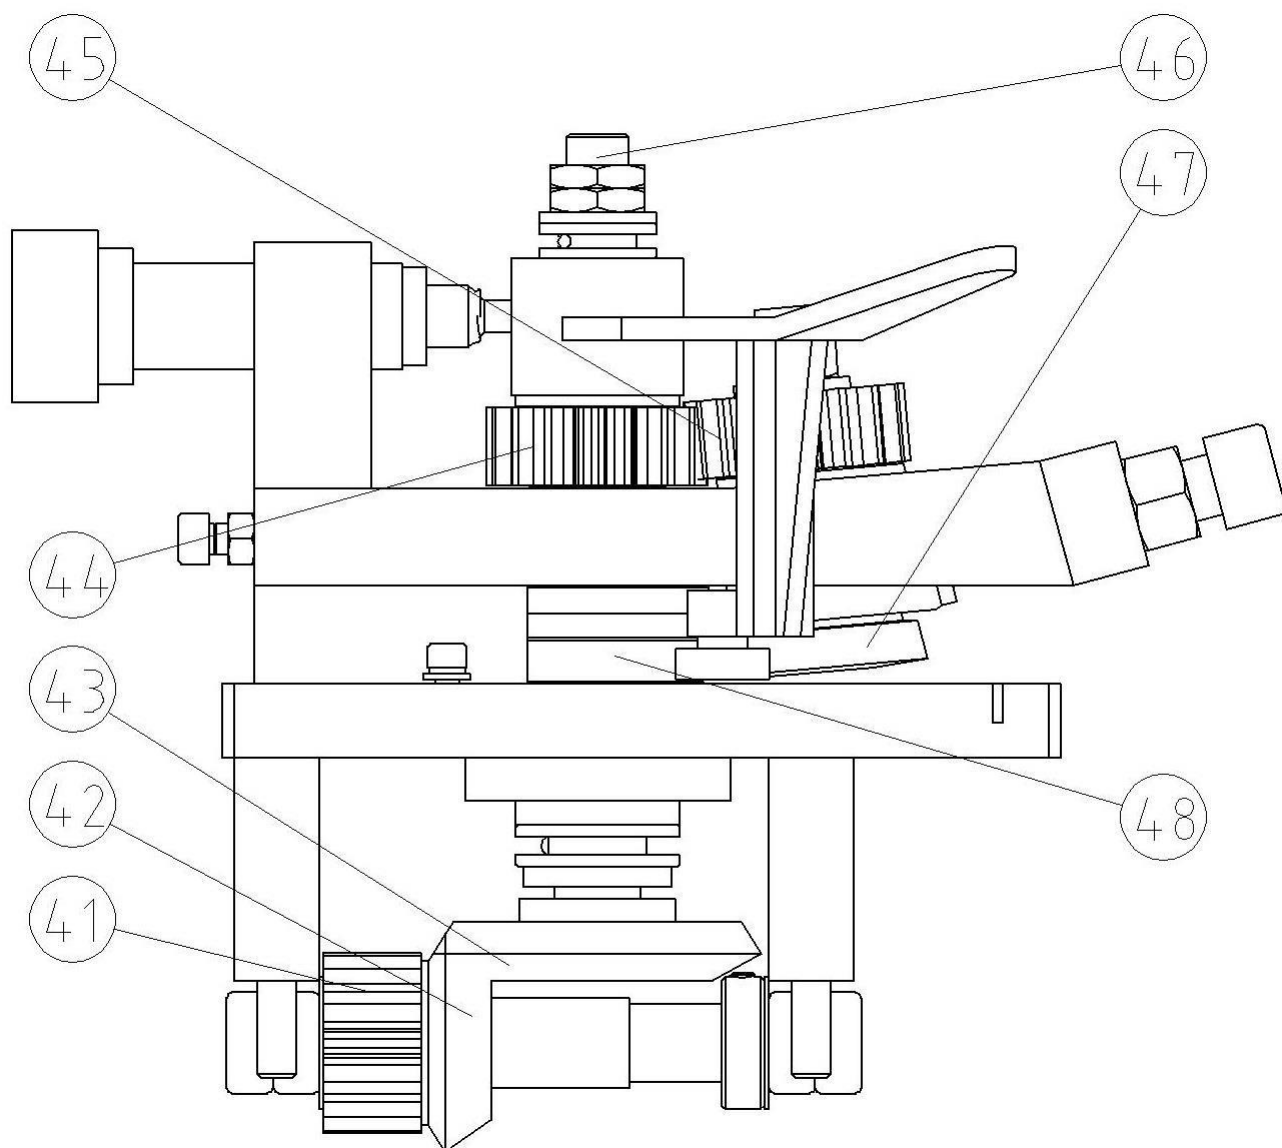

Рис. 3
- (5) Устройство для дуговой обработки: см. рисунок 3.